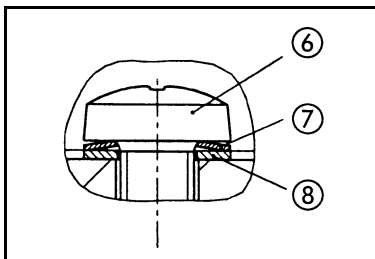

Abb. 16: Anordnung und Ausrichtung von Tellerfeder (7) und Scheibe (8) an Schraube (6)
1. Kopfplatte (9) auf die Zwischenplatten (10), (13) und (14) auflegen entsprechend den Filzstiftmarkierungen.
2. Die drei Schrauben (6) der Kopfplatte (9) vorsichtig leicht handfest anziehen (Anzugsmoment: 0,6 Nm).
**i** Zur Anordnung und Ausrichtung von Tellerfeder (7) und Scheibe (8) der Schraube (6) siehe Abb. 16.